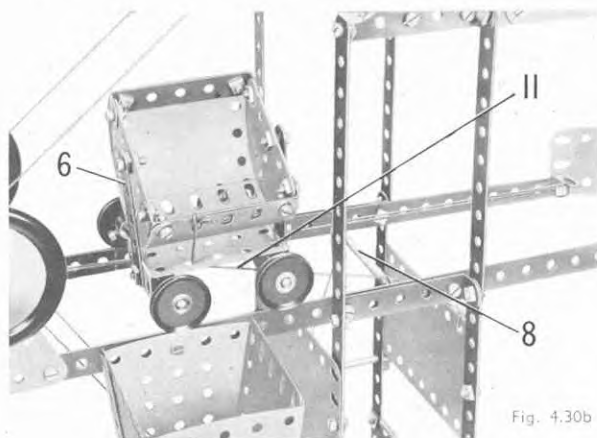

Fig. 4.30b
Une corde (11) est fixée sur le côté du chariot opposé aux bandes cintrées à glissière, elle passe dans la plaque à rebords et est attachée à l'un des côtés de la tour comme le montre la figure 4.30b. La corde est disposée de façon que le chariot bascule quand il arrive à la hauteur de la trémie.